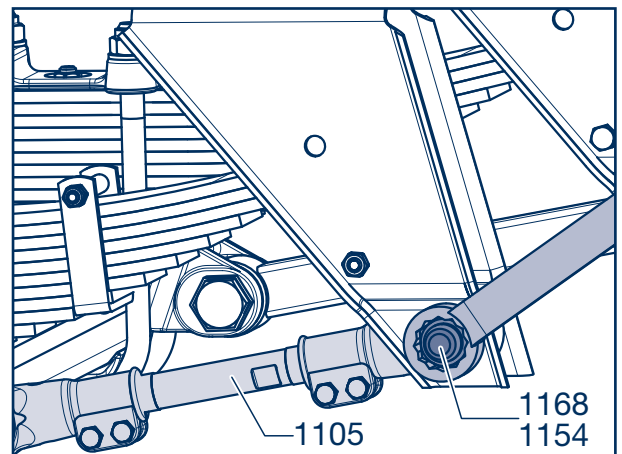

Fig. 2
- Ausführung mit verstellbarer Verbindungsstange (1105) an der Stütze (Fig. 2).
- Design with adjustable connecting rod (1105) at the hanger bracket (Fig. 2).
- Version de la barre d'accouplement réglable (1105) sur la main (fig. 2)